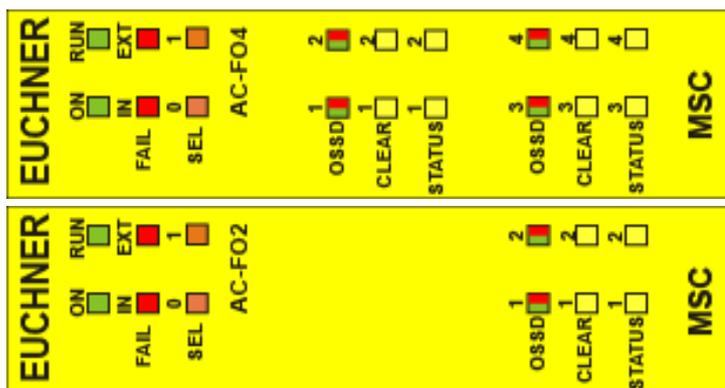

Figura 35: AC-F02/AC-F04
8.4.8. Moduli AC-FO2/AC-F04 (Figura 35)